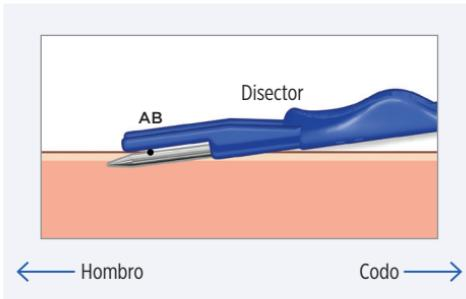

Figura 3
3. Cuando las marcas de profundidad estén tocando la piel y el disector romo esté dentro de la incisión subcutánea, reduzca el ángulo de entrada a 5-10 grados aproximadamente (figura 3). Asegúrese de no poner los dedos debajo de la cánula metálica ni de las partes de plástico de la herramienta ya que esto crearía un ángulo mayor.
4. Mueva el disector romo hacia el hombro, manteniendo las partes metálicas y de plástico de la herramienta en contacto estrecho con la piel a fin de garantizar el ángulo más pequeño posible del hueco respecto de la piel (Figura 3).